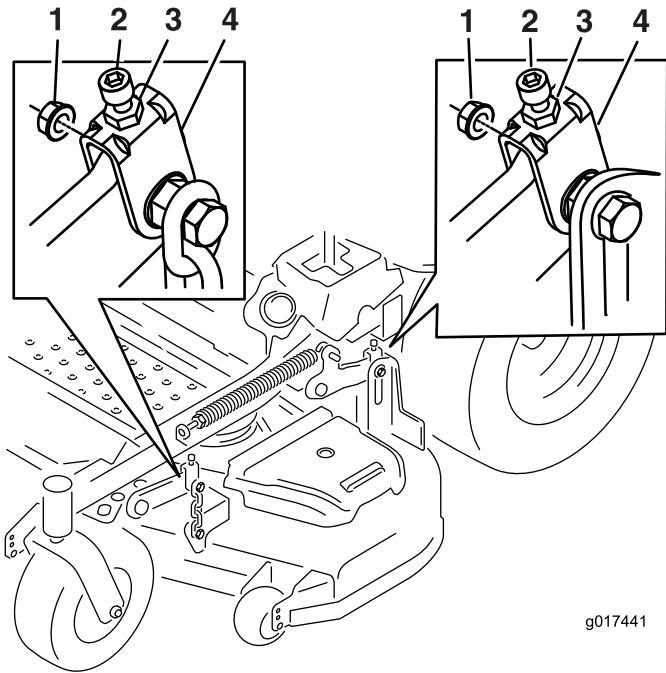

図 73
10. 必要であれば、ヨーク側面についているウイズロックナットと上部のジャムナットをゆるめる。所定の高さ 76 mm が達成されるよう調整ねじを使って微調整を行う図 73 を参照。高さを大きくするには調整ねじを右に回し、小さくするには左に回す。
16. 所定の高さ83 mmが達成されるように調整ねじを使って微調整を行う図 73。